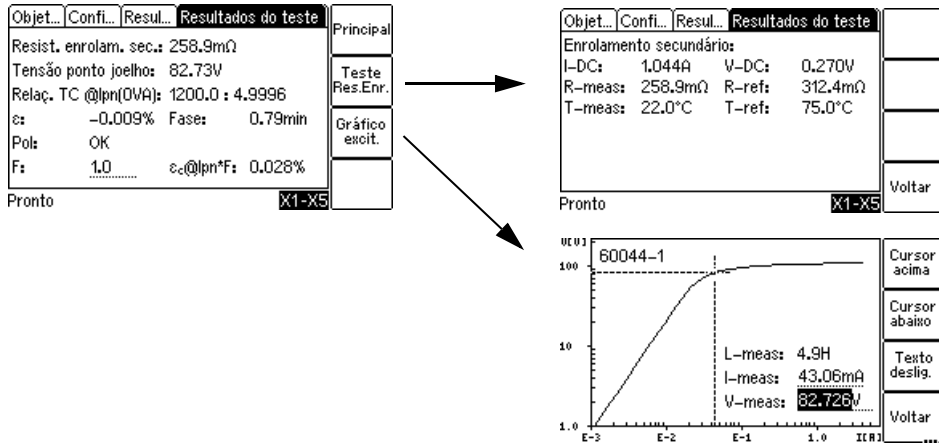

Figura 5-4: Cartão **Resultados do teste** após a conclusão do teste
1. Exiba o cartão **Resultados de teste** para visualizar os resultados do teste da combinação de derivação selecionada como a derivação em uso no cartão **Configuração de MR** antes do teste (consulte Figura 5-4).